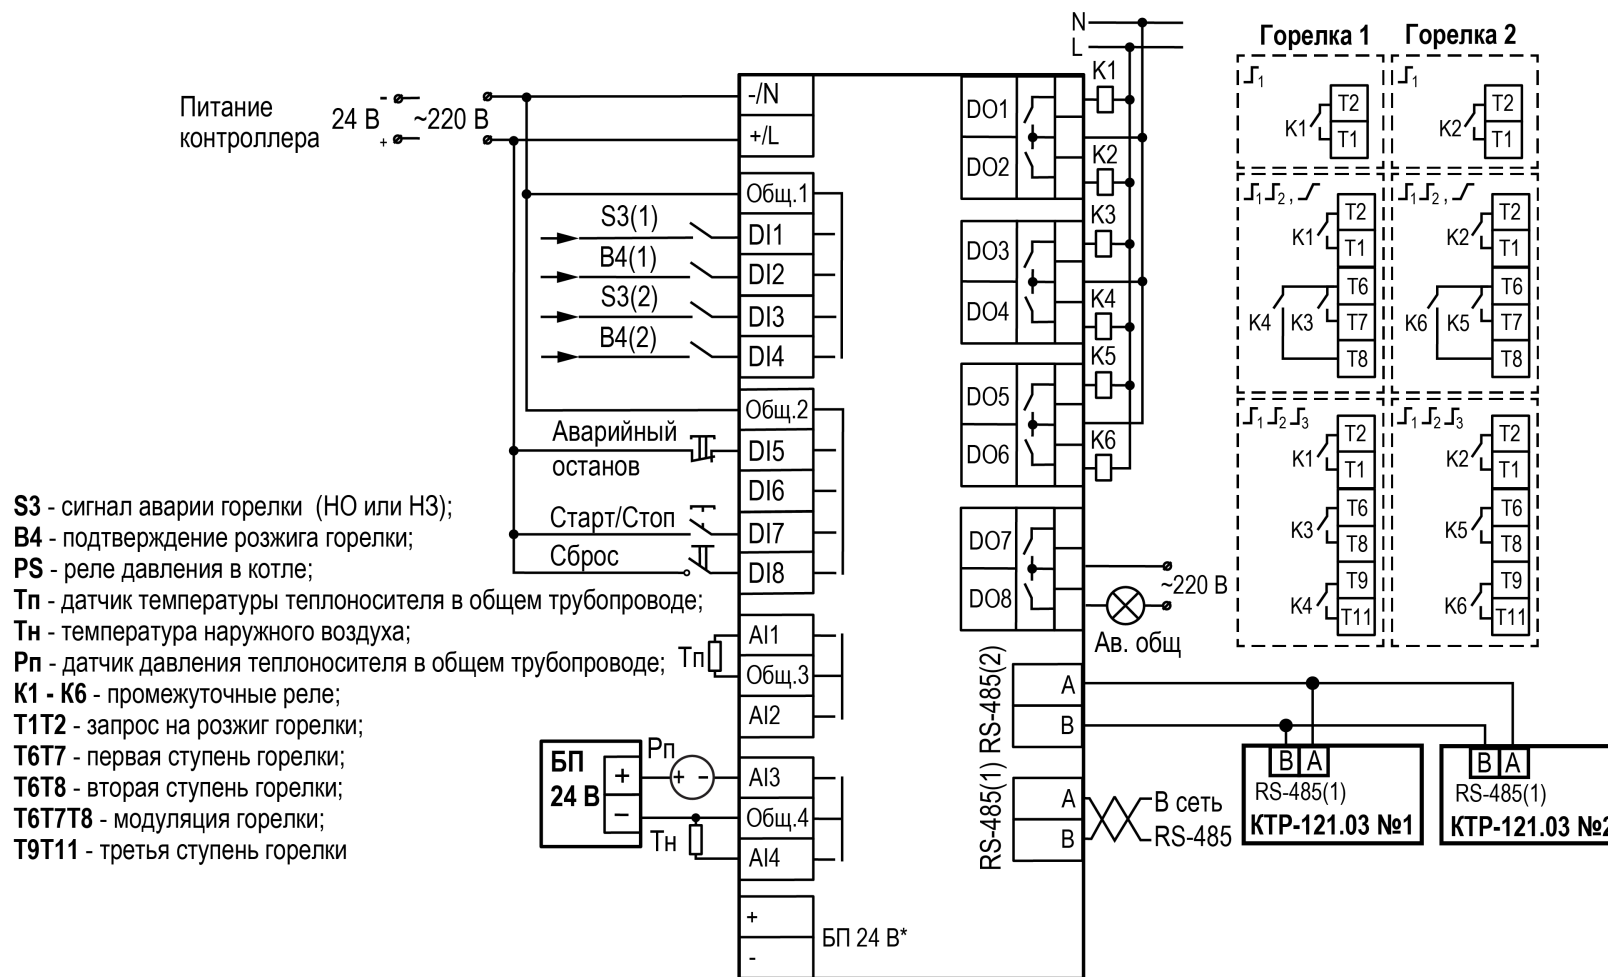

**Рисунок 6.3 – Отсоединение съемных частей клемм**
1. Отсоединить съемные части клемм от прибора (см. рисунок 6.3).